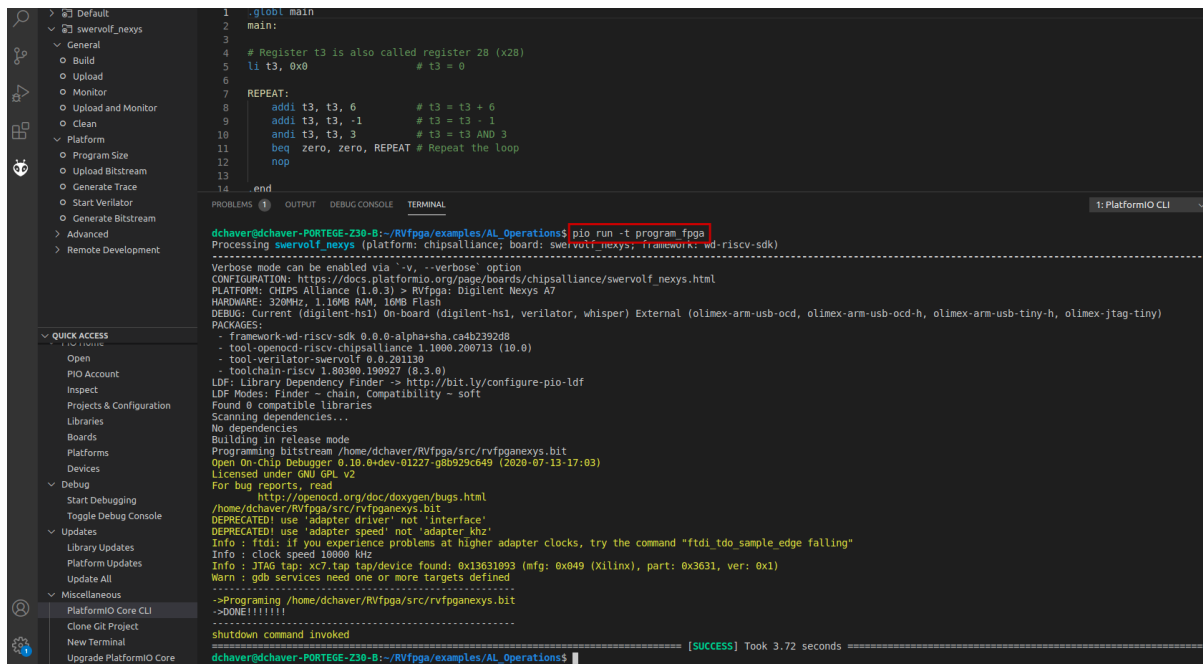

图39. 使用PlatformIO将RVfpgaNexys上传到Nexys A7 FPGA开发板上
- h. 也可以通过PlatformIO终端窗口下载RVfpgaNexys（如图39所示）来替代上一步（步骤g）。单击  按钮（“PlatformIO: New Terminal”（PlatformIO: 新建终端）按钮，该按钮位于PlatformIO窗口的底部）打开一个新的终端窗口，然后在PlatformIO终端中输入（或复制）以下命令：